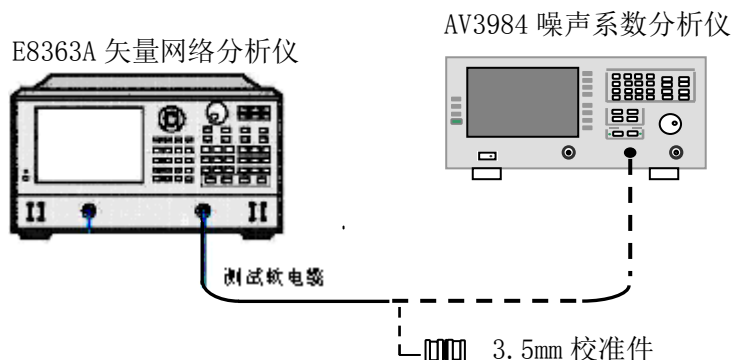

图 10-8 输入端口驻波比测试框图
- 4) 如图 10-8 所示连接测试设备, 打开 AV3984 微波噪声系数分析仪。